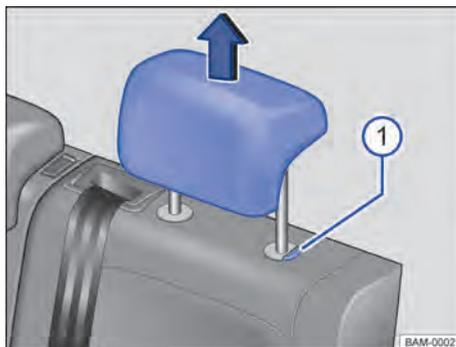

Fig. 68 Apoyacabezas traseros: desmontar.
- Retirar el apoyacabezas con el botón → fig. 68  presionado.
- Empujar hacia abajo el apoyacabezas con el botón → fig. 68  presionado.